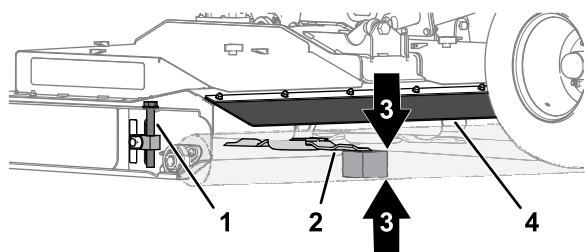

Figure 80
- À l'arrière du tablier de coupe, soulevez le déflecteur arrière et placez l'entretoise en bois de 51 mm (2 po) entre l'extrémité arrière de la lame centrale et le sol (Figure 80).